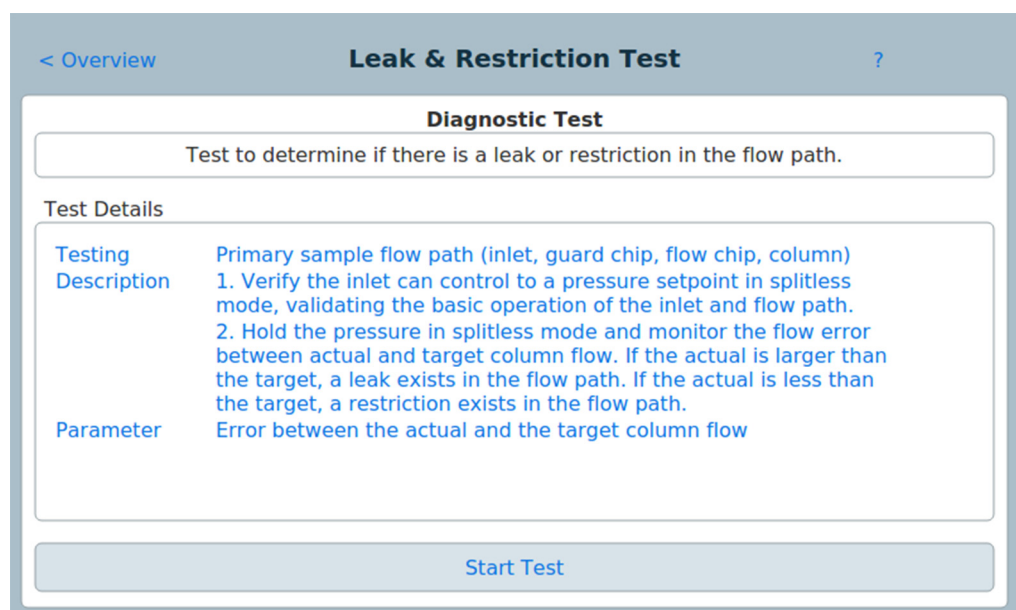

Figura 26 Página de pruebas de fugas y restricciones
- 2 Pulse sobre la prueba deseada. Se abrirá la página de pruebas correspondiente. La página de pruebas incluye una descripción de la misma, además de indicaciones sobre los parámetros que se someterán a prueba. Consulte Figura 26.